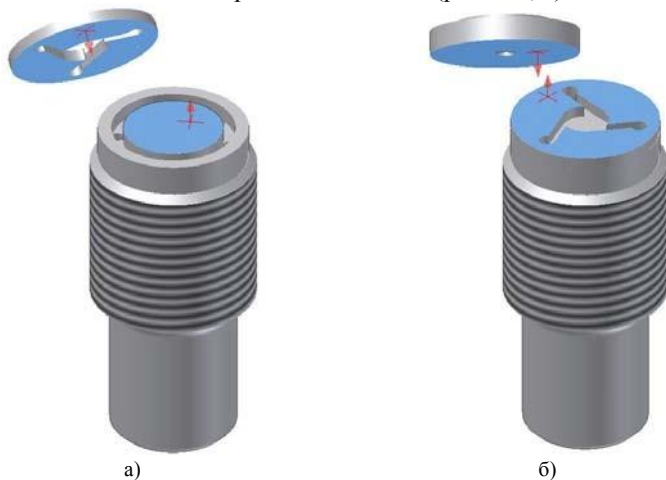

Рисунок 7.5 – Установление зависимости
- Нажмите на кнопку  **Повернуть компонент** на панели инструментов, а затем укажите завихритель. Установите модель в положение, показанное на рисунке (рис. 7.5, а).
- Те же действия повторите для насадки (рис. 7.5, б).